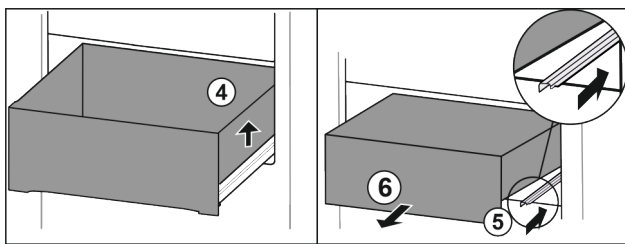

Fig. 91
- Emelje meg a fiók jobb oldalát. Fig. 91 (4)
- Tolja be a jobb oldali sín. Fig. 91 (5)
- Vegye ki a fiókot előre felé. Fig. 91 (6)